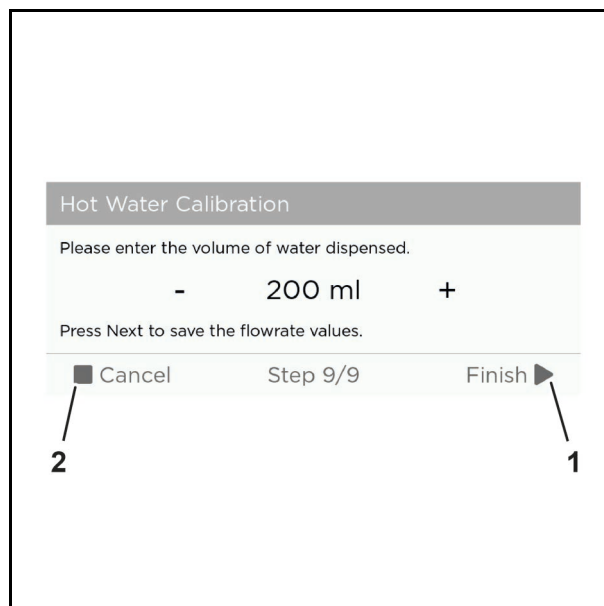

Abb. 72 Beispielgrafik
25. Tippen Sie auf die Schaltfläche "Finish" (Abb. 72/1), um die Kalibrierung abzuschließen oder "Cancel" (Abb. 72/2), um die Kalibrierung abbrechen.